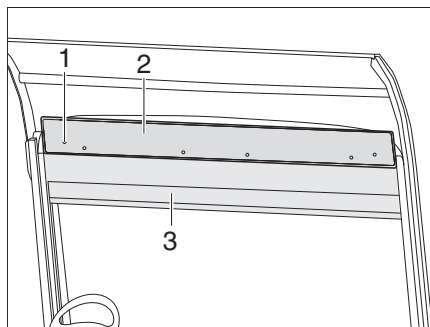
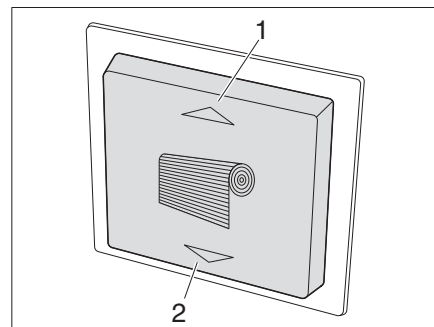

Fig. 76 Store électrique pour pare-brise
Fig. 77 Interrupteur pour pare-brise
**Fermer :** ■ Appuyer sur la touche (Fig. 77/2). Le store (Fig. 76/3) descend.
**Ouvrir :** ■ Appuyer sur la touche (Fig. 77/1). Le store (Fig. 76/3) remonte.
- Dévisser les 6 vis (Fig. 76/1) du caisson inférieur et enlever le cache (Fig. 76/2).
- Accrocher la manivelle à l'un des deux moteurs et remonter ou abaisser le store (Fig. 76/3).